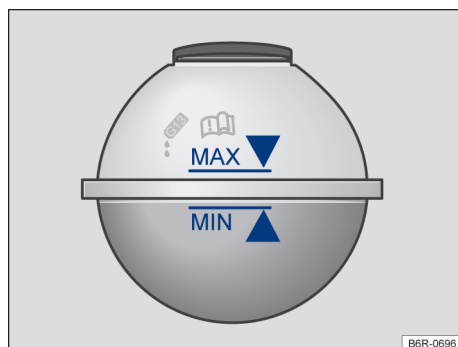

Fig. 147 No compartimento do motor: marcação no reservatório de expansão do líquido de arrefecimento do motor.
- Com o motor frio, verificar o nível do líquido de arrefecimento do motor pela marcação lateral do reservatório → Fig. 147.
- O nível do líquido de arrefecimento do motor deve permanecer dentro da marcação do reservatório → Fig. 147. **Não completar acima da marca "MAX" →  !**
- Completar com líquido de arrefecimento do motor somente até a marca "MAX" → Fig. 147. Caso contrário, ao aquecer-se, o líquido excedente será expulso do sistema de arrefecimento do motor e poderá causar danos. ►